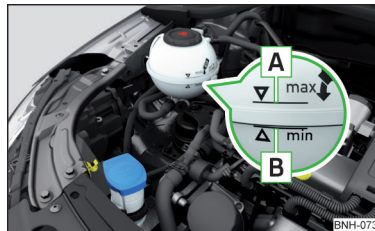

Fig. 235
Verificarea nivelului lichidului de răcire - lichidul de răcire trebuie să se situeze între marcajele **A** și **B** » fig. 235. Dacă nivelul lichidului de răcire se află sub marcajul **B**, completați lichidul de răcire.
Specificația lichidului de răcire este menționată pe vasul de expansiune a lichidului de răcire » fig. 235.
- Nu adăugați lichid de răcire deasupra marcajului **A** » fig. 235. Lichidul de răcire ar putea fi împins din sistemul de răcire, atunci când se încălzește - există pericolul de deteriorare a pieselor din compartimentul motor.